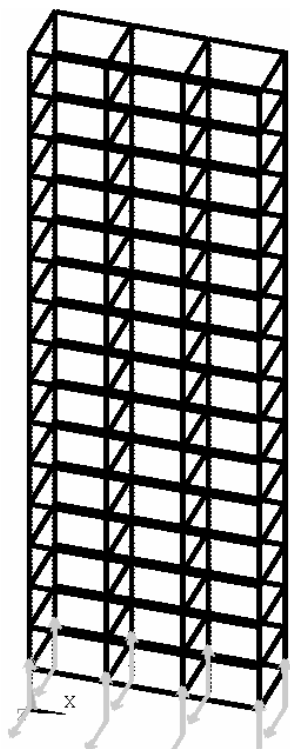

图 10-36 对地基的载荷
(3) 继续在“Specify Loads for LS-DYNA Explicit”窗口中“Load Labels”后的方框中选择“UZ”，在“Component name or PART number:”后选择“BASE”，在“Parameter name for time values:”后选择“TIME”，在“Parameter name for data values:”后选择“ZDIS”，然后单击“APPLY”按钮。图形界面上显示出对框架底部沿 Z 方向的位移约束（见图 10-36）。